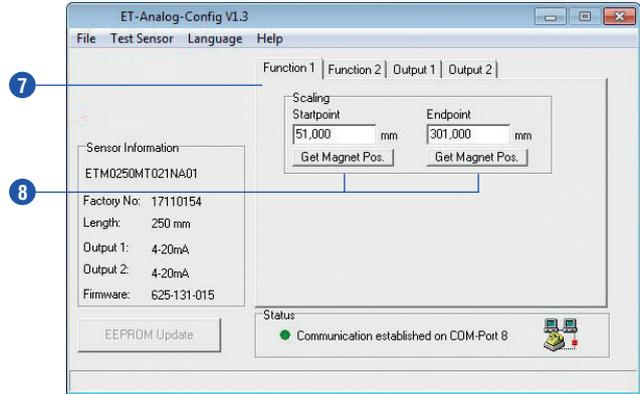

Fig. 30: Boîte de dialogue avec onglets
- ❼ Déterminer la plage de mesure avec le **Startpoint** et **Endpoint** sous l'onglet **Function 1** (Fig. 30).
- ❽ La position actuelle de l'aimant peut être enregistrée avec les boutons **Get Magnet Pos.**. Le sens de mesure change lorsque la valeur du **startpoint** est supérieure à la valeur du **endpoint**. Quel que soit le sens de mesure, la distance de mesure minimum est de 25 mm (Fig. 30).